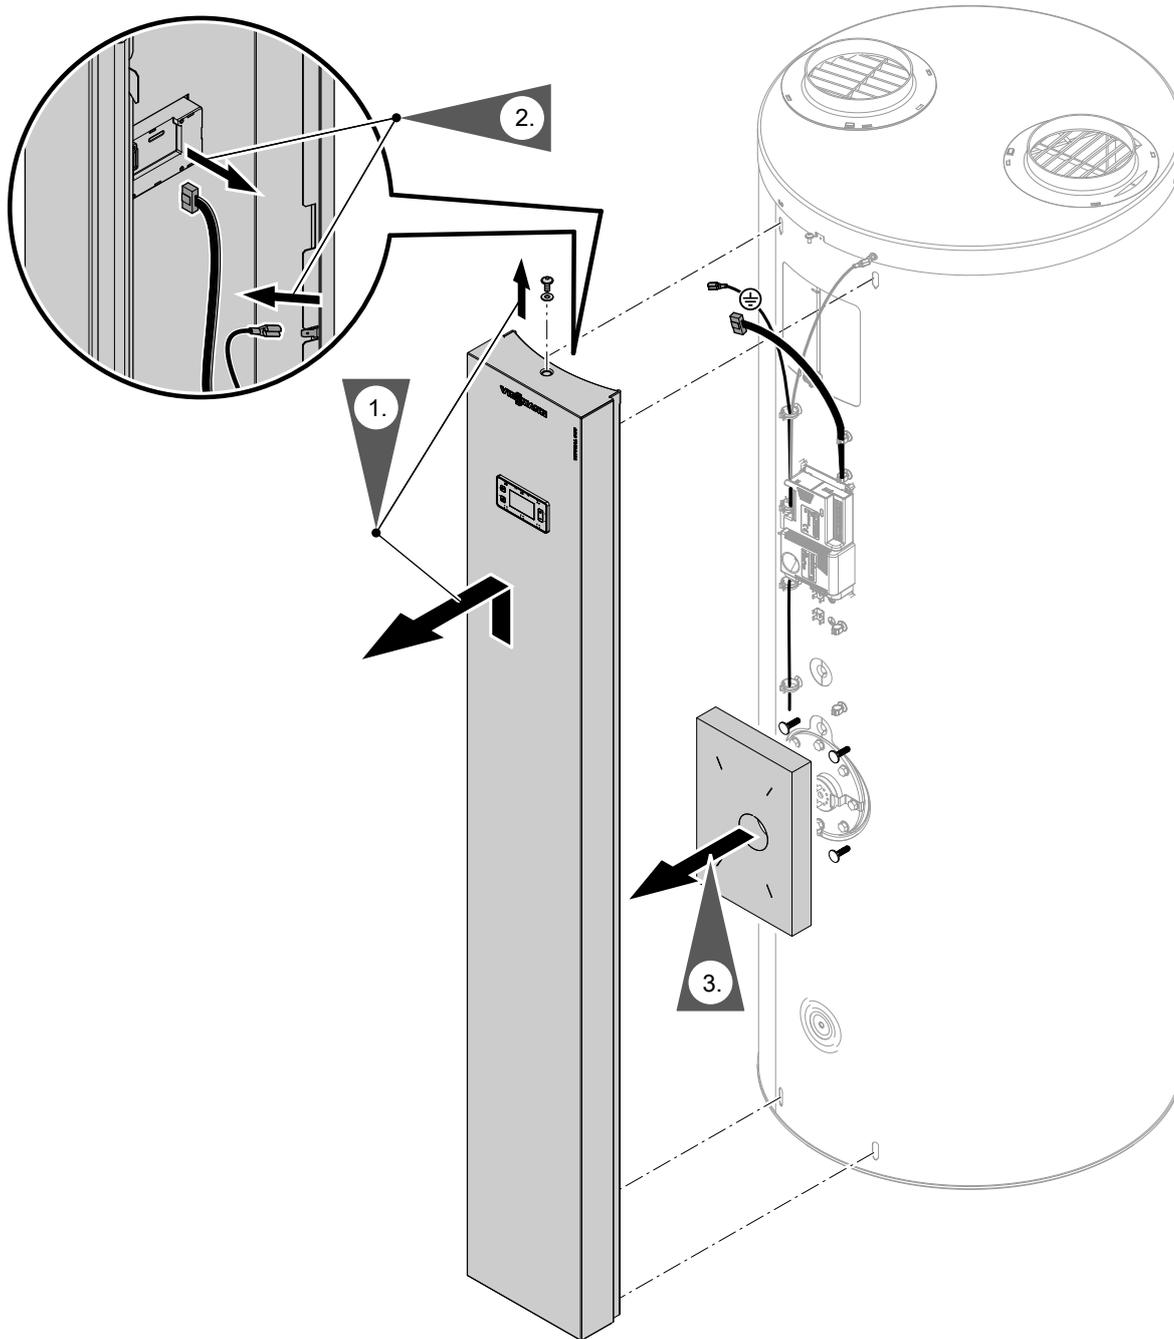

Abb. 27
3. Frontblende abbauen. Siehe Abb. 27.
2. Frontblende abbauen. Siehe Abb. 27, Seite 42.